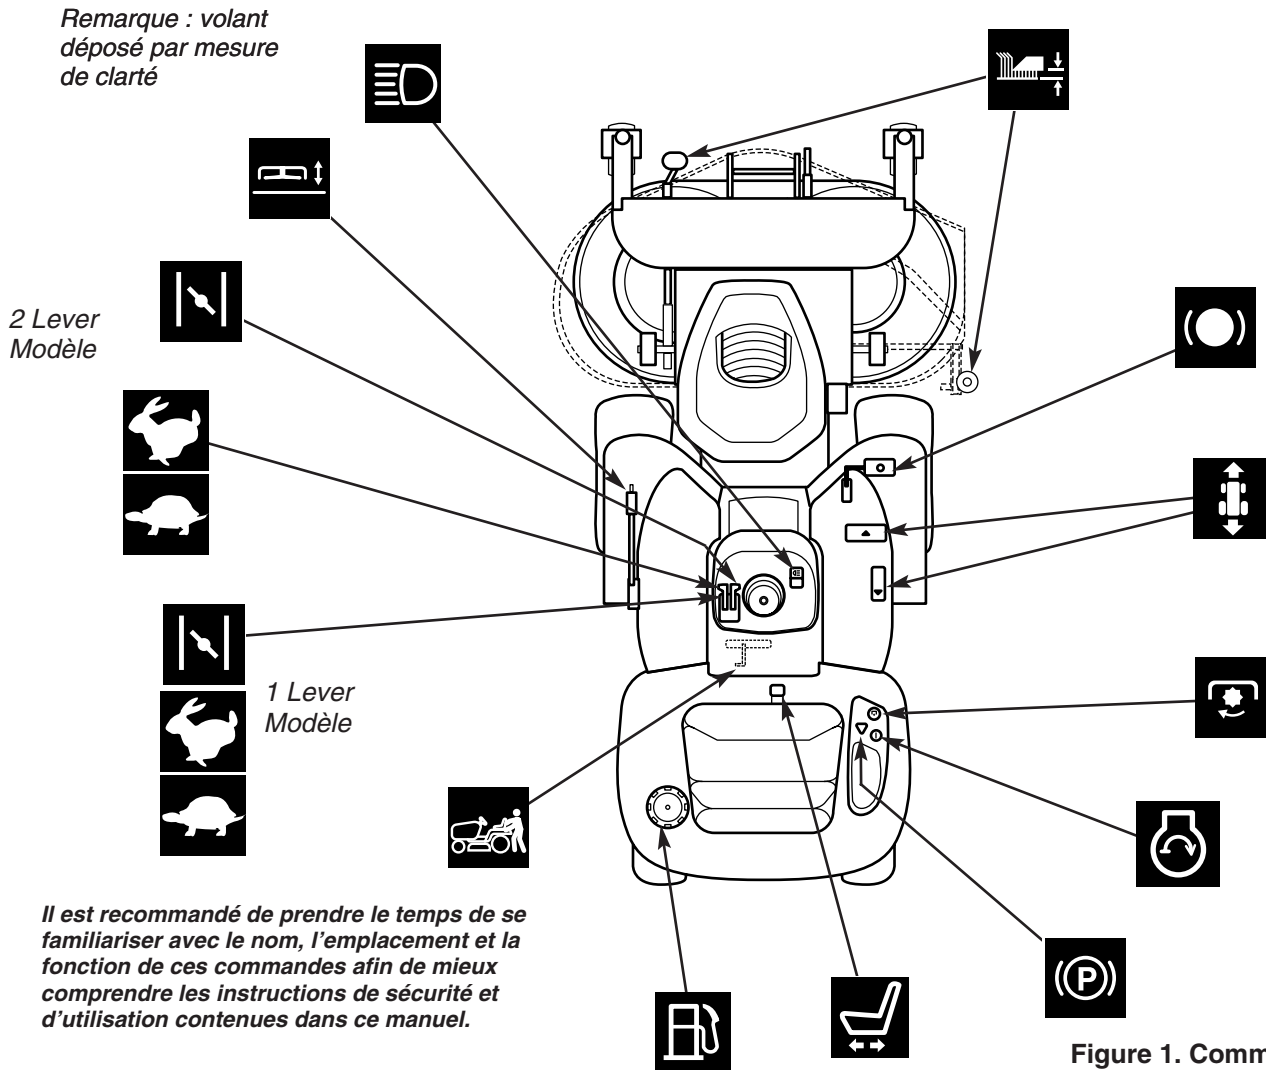

Figure 1. Commandes du tracteur et de la tondeuse
1. Retirer le bouchon du réservoir de carburant (figure 1).